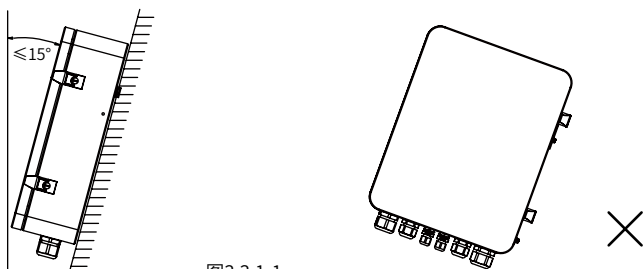

图3.3.1-1
- 竖直安装或向后倾斜不超过 $15^\circ$ ，不得侧向倾斜，接线区应朝下，如图3.3.1-1所示。
- 为保证散热良好、拆卸方便，SEC1000周边最小间隙不得小于以下数值，如图3.3.1-2所示。